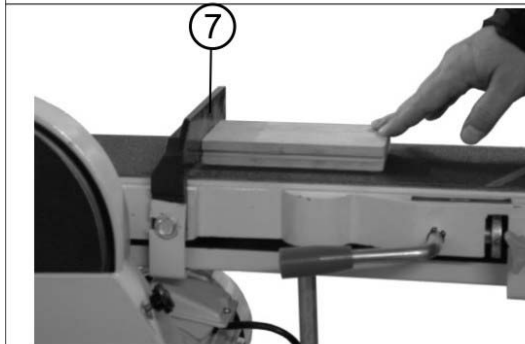

Рис.9
Не нажимайте слишком сильно на заготовку. Машина работает лучше без приложения больших усилий нажатия на заготовку, Рис.9. Задний упор (7) фиксирует деревянную заготовку во время работы. Во время работы берегите руки.